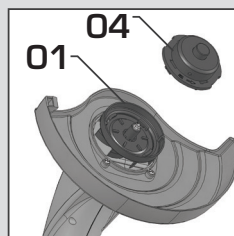

Fig. 10
Em seguida recoloca o conjunto(tampa e carretel)(4) pressionando-o contra o porta carretel(1), e girando-o em sentido horário até perceber o “click” de encaixe [Fig. 10].